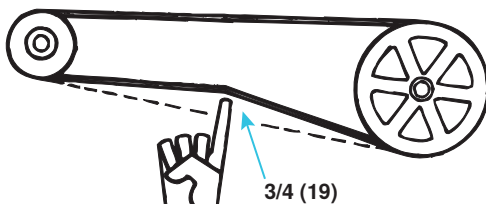

Figure 27. Vérification de la tension des courroies
- Une tension adéquate des courroies est importante pour la durée de vie des courroies et du moteur. Une courroie qui n'est pas assez tendue peut causer une usure prématurée et un glissement. Une courroie trop tendue peut causer une usure prématurée des roulements du moteur et du souffleur. Vérifiez la tension de la courroie tel que montré dans la Figure 27.
- Si la courroie ne peut pas être enfoncée de $\frac{3}{4}$ po (19 mm), tel que montré dans la Figure 27, ajustez la tension de la courroie comme suit :
- f. Remplacez la courroie et réglez sa tension. Réglez la tension en tournant la vis de réglage située à la base du moteur de façon à pouvoir abaisser la courroie de 3/4 pouce (19 mm) (voir Figure 27). Resserrez l'écrou de blocage placé sur la vis de réglage. Veillez à ce que les courroies soient correctement alignées dans les gorges des poulies et ne soient pas faussées d'une poulie à l'autre.